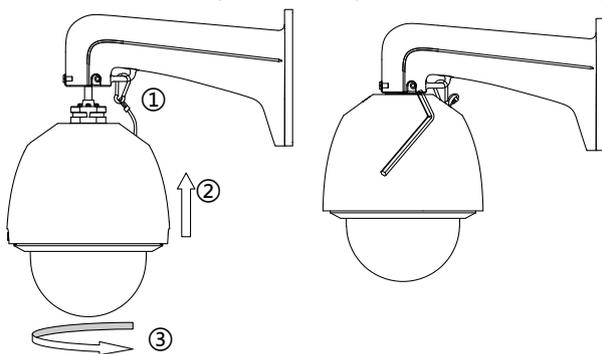

Figura 1.8 - Instalando a Speed Dome
1. Certifique-se que a corda de segurança está travada entre a Speed Dome e o suporte de montagem e então, encaixe a Speed Dome ao suporte de montagem como mostra a Figura 1.8 (esquerda).
5. Prenda a Speed Dome usando os 2 parafusos do tipo Allen, como mostra a Figura 1.8 (direita).